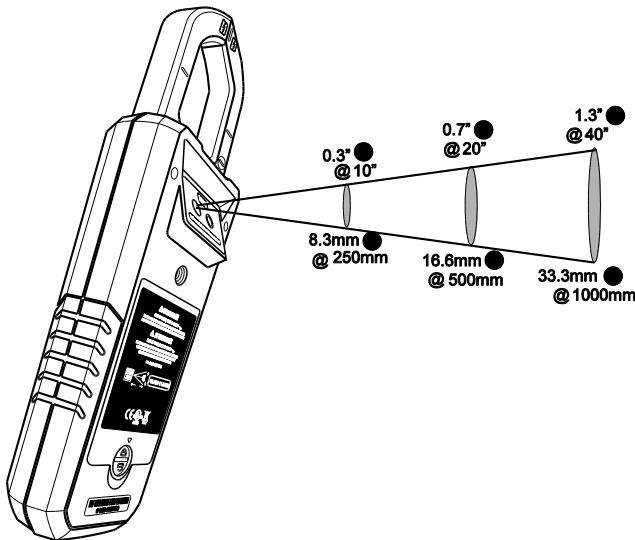

Fig. 8-2 Relación de distancia al punto 30:1
6. La relación de distancia al punto (objetivo) para la cámara es de 30:1 lo que significa que el punto es 30 veces menor que la distancia del medidor al punto (a una distancia de 30", el medidor "ve" un objetivo de 1"). **Ver Fig.8-2.**